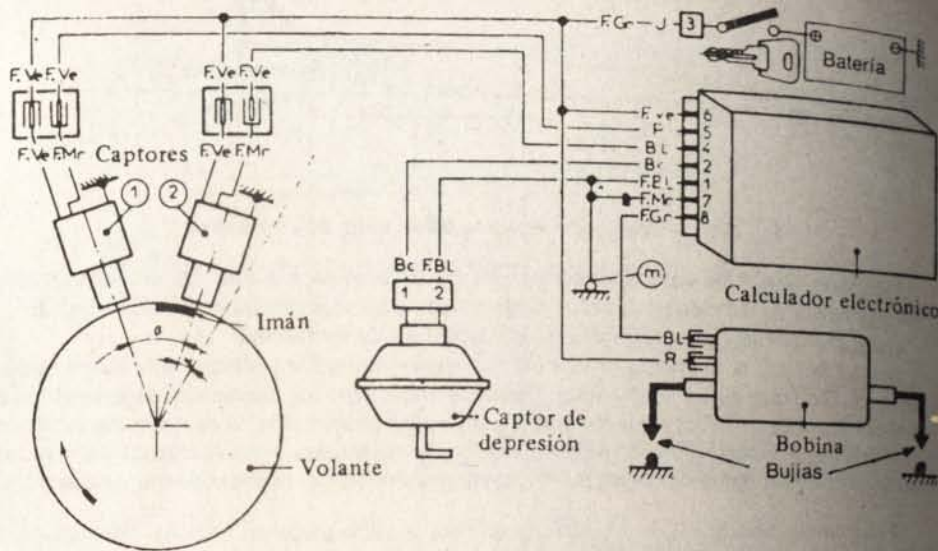

Fig. 4-18.— Esquema de encendido electrónico Citroën-Visa.
12. Encendido electrónico Citroën Visa. Se compone de dos captores de proximidad (1) y (2), fijos al cárter del embrague (fig. 4-18); de un imán o placa polar, situado sobre el volante del motor; de un captor de depresión, compuesto por una cápsula y de un contacto de puesta a masa, situado junto al cierre del capot; de un calculador electrónico Thomson o Motorola, fijado en la parte superior de la guantera, al lado izquierdo; de una bobina especial Ducellier 520010A, y de las dos bujías de asiento cónico, tradicionales, con electrodos abiertos en 0,6 a 0,7 mm.